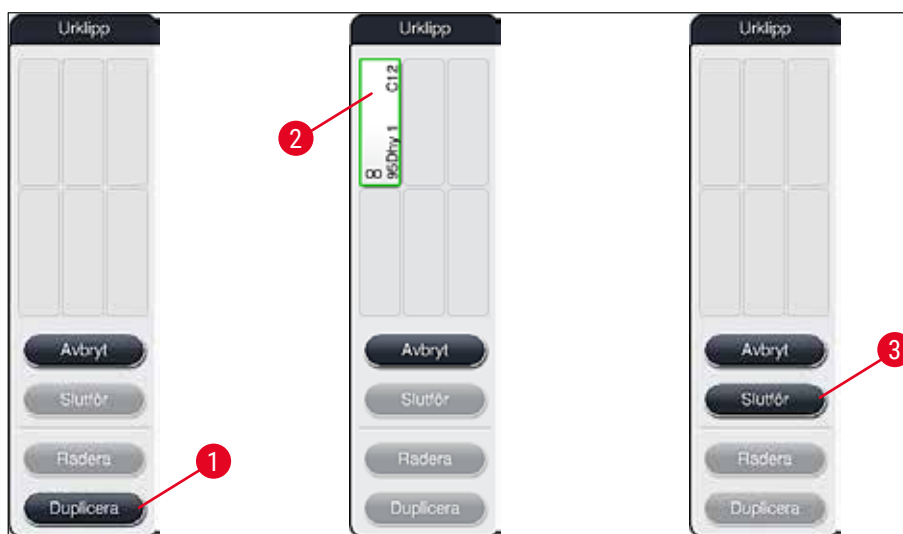

Bild 54
2. Observera alltid det efterföljande informationsmeddelandet och bekräfta det med **OK**. Ett nytt fönster, **Urklipp** (→ "Bild 54"), öppnas.